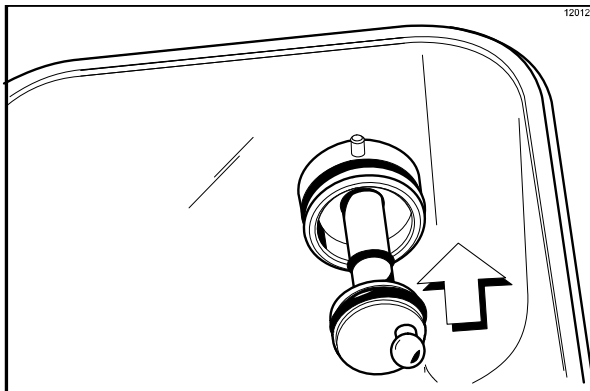

Abbildung 155
14. Den Sechskant der Antriebswelle in die Antriebsnabe in der Rückwand des Vorratsbeckens einsetzen. (Siehe Abbildung 155.)